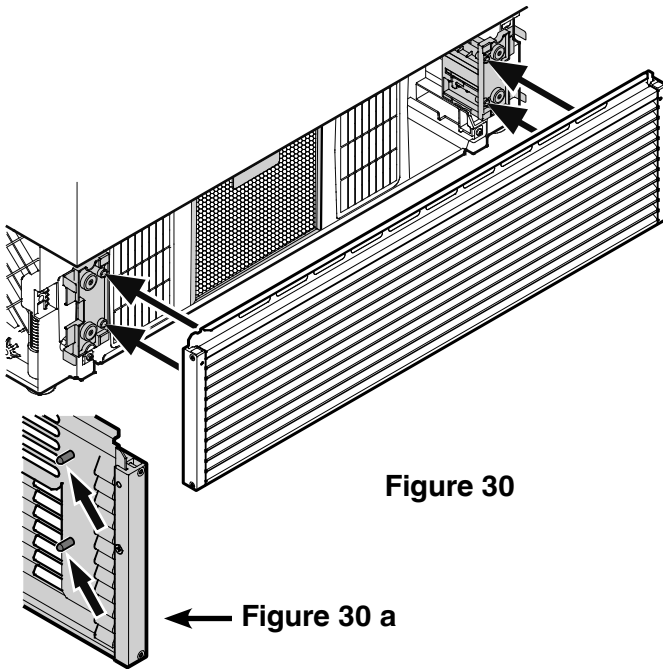

Figure 30
7. Installer la grille de ventilation (**Figure 30**).
Des boulons se trouvent à l'intérieur de la grille (voir détail dans la **Figure 30 a**). Ces boulons doivent être insérés dans les trous des supports.
Figure 30 a